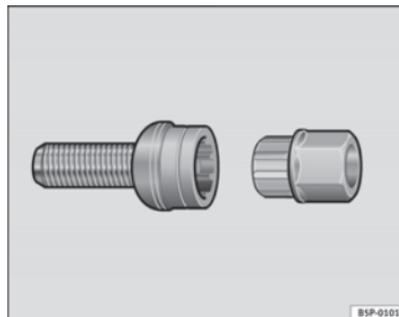

Fig. 128 Parafuso anti-roubo da roda
- Colocar totalmente o adaptador no parafuso anti-roubo da roda ⇒ **fig. 128**.